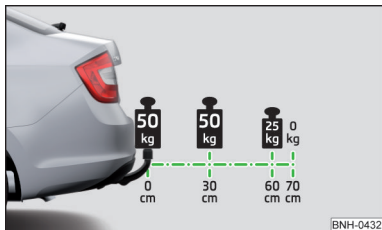

Abb. 113
**Der maximal zulässige Überstand** des Kugelkopfes der Anhängervorrichtung beträgt **70 cm** » Abb. 113.